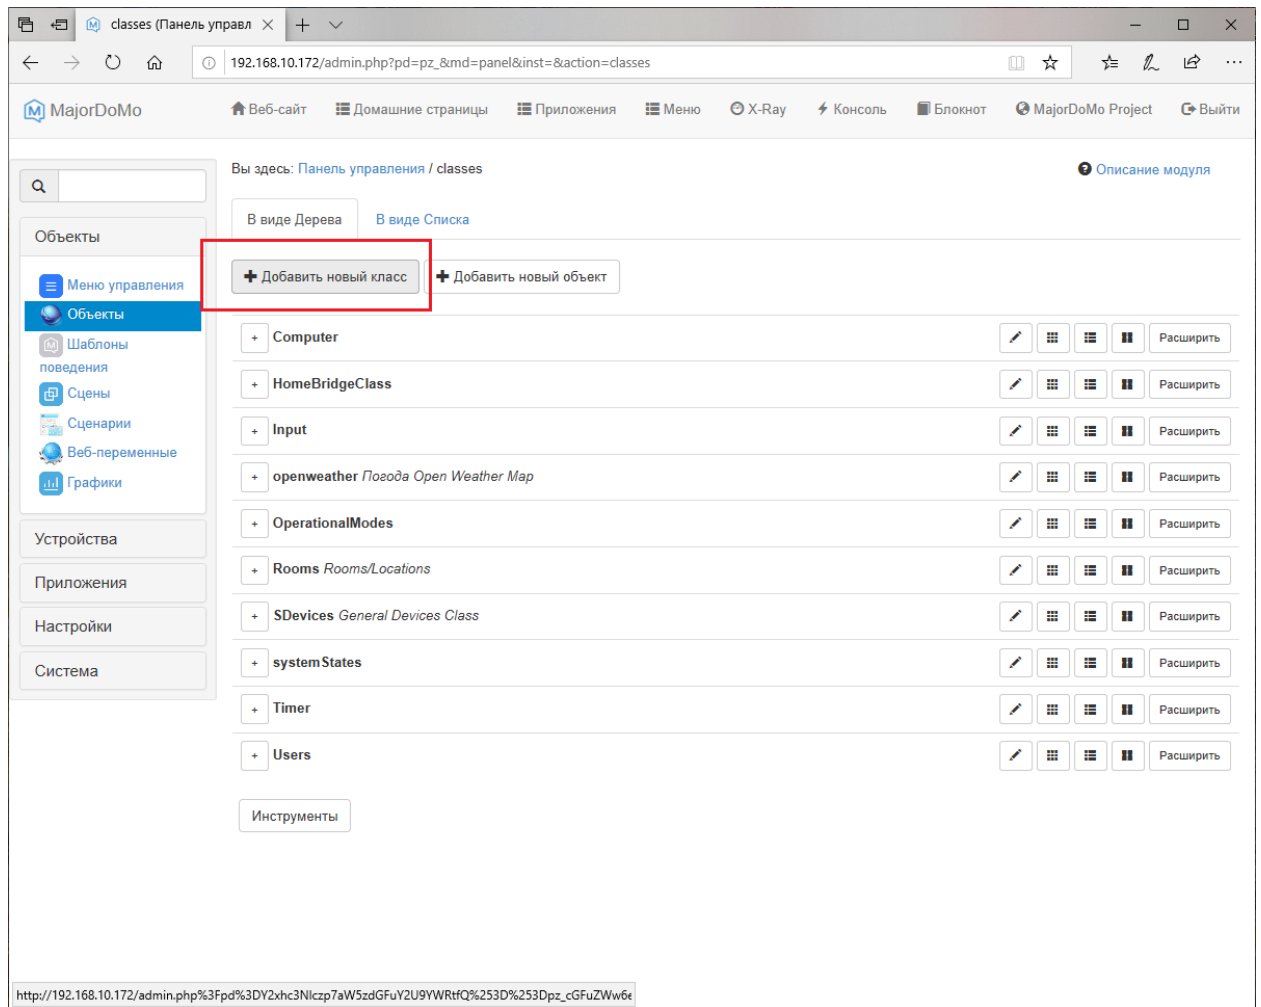

Рис. 5.9. Создание нового класса в системе MajorDoMo
- Создаем новый класс Input (**рис. 5.9**). То есть, переходим в панель управления, выбираем раздел *Объекты*, где выбираем подраздел *Объекты* (на рисунке класс *Input* уже добавлен). Используется кнопка **+Добавить новый класс**.